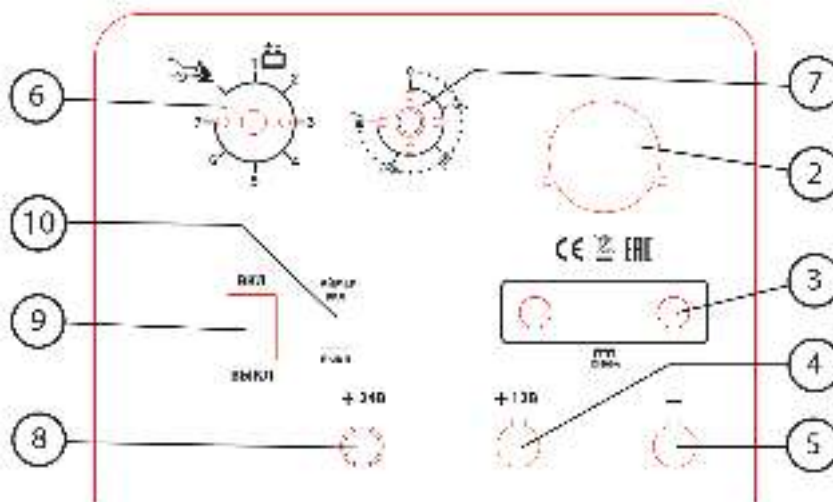

Рис. 1
3) Переключатель 6 (рис. 1) установите в режим зарядки и выберите необходимый ток зарядки (см. рис. 2 и 3) положение «зарядка»
5) Подключите пуско-зарядное устройство к электросети. Включите зарядное устройство. Модель УПЗ 800 включается переключателем 6 (рис. 1). Модель УПЗ 1000 включается выключателем 9 (рис. 1). Амперметр показывает ток заряда батареи, при зарядке батареи показания амперметра будут медленно уменьшаться до минимального значения в соответствии с емкостью и состоянием батареи (Рис. 4).
Для пуска установить переключатель режимов 6 (рис. 1) в положение «пуск двигателя». При этом клемму с зажимом следует установить на напряжение (12 или 24 В), соответствующее напряжению питания запускаемого транспортного средства.